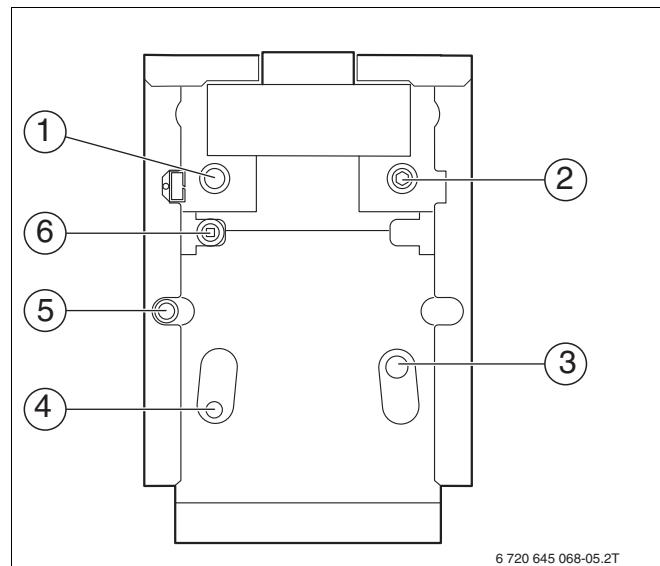

Рис. 5 Подключения Logano G234 WS
- Подключить обратную линию системы отопления к патрубку обратной линии отопительного котла RK (Рис. 5, **поз. 5**).
- Подключить подающую линию системы отопления к патрубку на отопительном котле VK (Рис. 5, **поз. 3**).
- Установить предохранительный клапан на подающую предохранительную линию VSL (Рис. 5, **поз. 4**) под прерывателем тяги.
- Подключить обратную линию бака-водонагревателя к патрубку обратной линии бака RS (Рис. 5, **поз. 5**).
- Подключить подающую линию бака-водонагревателя к VS (Рис. 5, **поз. 2**).